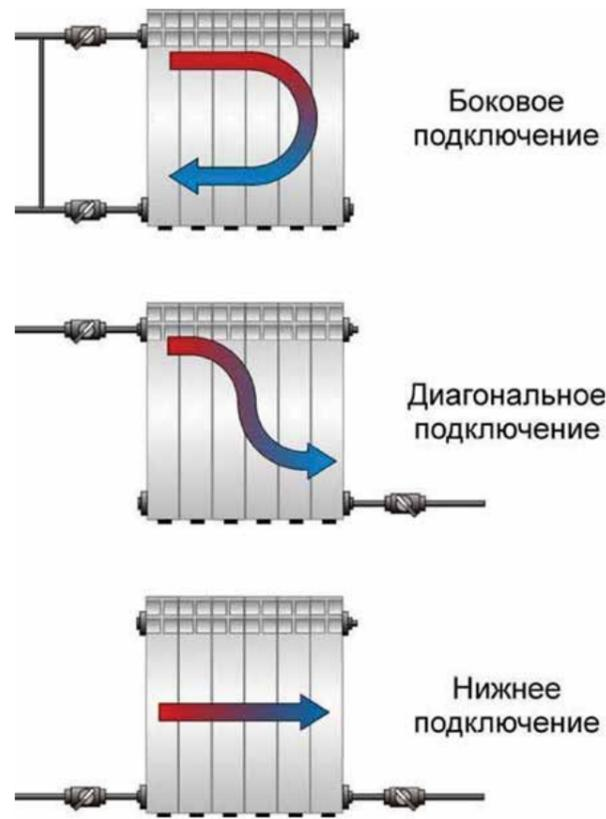

Рис. 1. Существующие схемы подключения биметаллических радиаторов
**!** Первое, о чем стоит знать, – существуют три схемы подключения биметаллических радиаторов отопления: боковое, диагональное, нижнее (см. рис. 1).